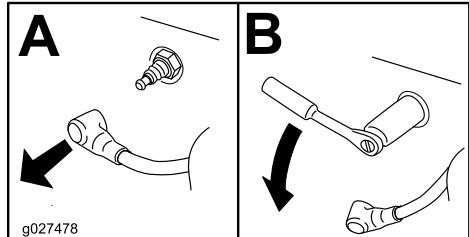

Figure 45
3. Déposez la bougie, comme montré à la Figure 45.